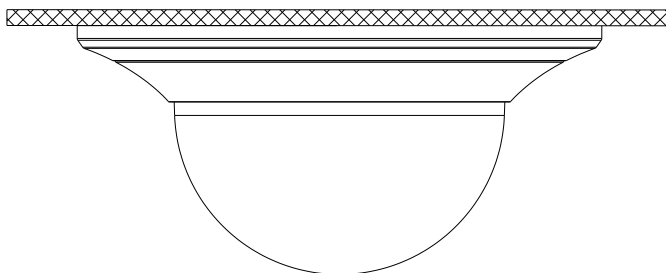

Рис. 2.12. Установка защитного колпака
11. Поверните купол по часовой стрелке для установки его обратно на видеокамеру (Рис. 2.12).